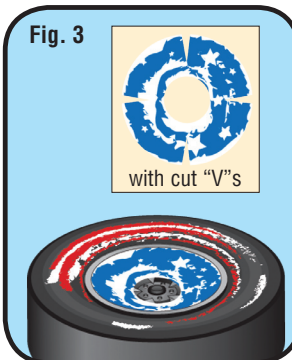

Fig. 3
2. Typically, recessed wheels use the small (slotted) Wheel Cover. In some cases, pre-cut slots need to be enlarged. Cut tiny "V"s using slots as a starting point. (Fig. 3)
2. Généralement, les roues encastrée utilisez le petit (à fente) couvres de roue. Dans certains cas, fentes pré-coupées doivent être élargis. Coupe minuscule "V"s l'aide d'emplacements comme point de départ. (Fig. 3)